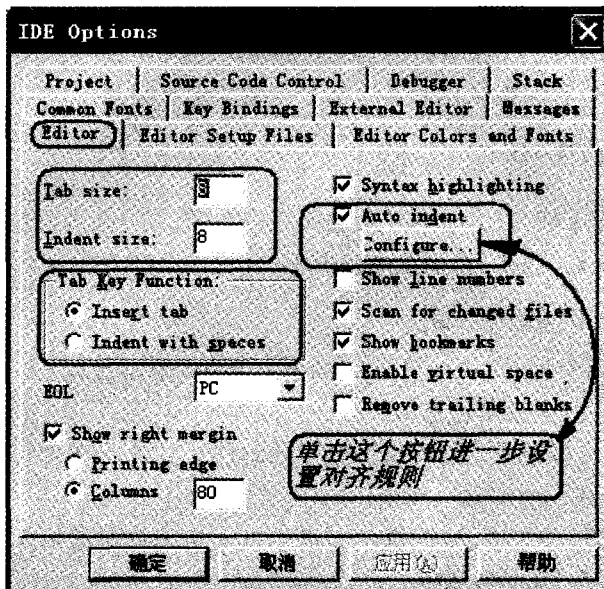
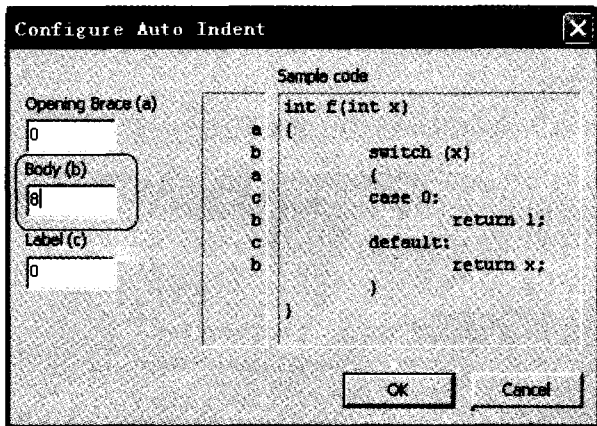

图 6.12 编辑选项
图 6.13 设置自动对齐规则
② 打开 IDE Options 窗口,先切换到 Editor 标签页。然后设置 TAB 键代表的空格数和缩进尺寸等,具体设置可以按各人的习惯进行。然后单击“确定”按钮保存设置即可(参见图 6.12: 编辑选项)。
③ 注意图 6.12 中的 Configure 按钮,单击后会弹出一个对话框(参见图 6.13: 设置自动